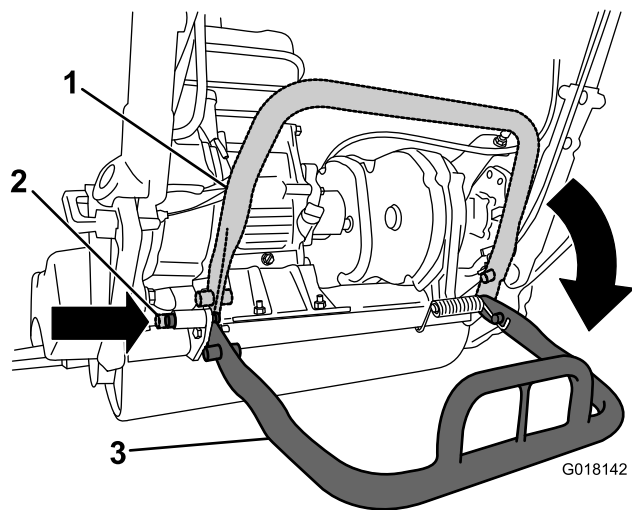

図 3
2. キックスタンドを下げ、ロックピンを差し込んでキックスタンドを整備位置に固定する (図 3)。ロックピンで機体を支える。